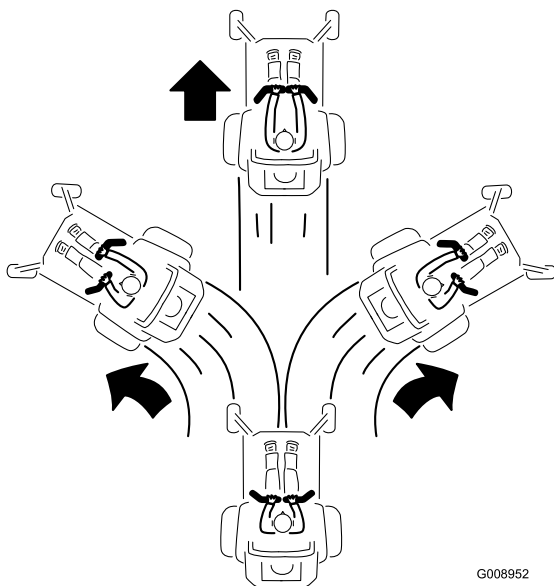

Bild 27
2. Drücken Sie die Fahrtriebshebel langsam nach vorne, um vorwärtszufahren (Bild 27).